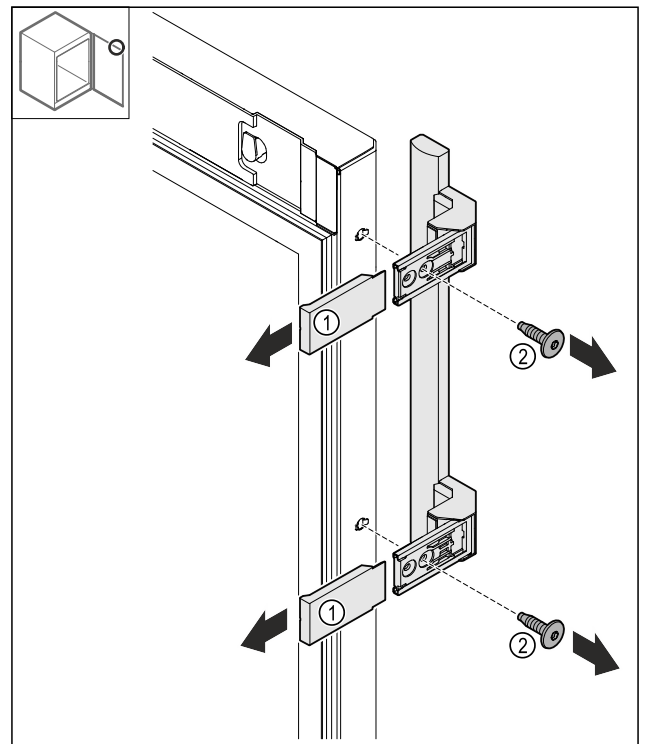

Fig. 24
- Vedä suojuksset Fig. 24 (1) irti.
- Avaa ruuvit Fig. 24 (2).